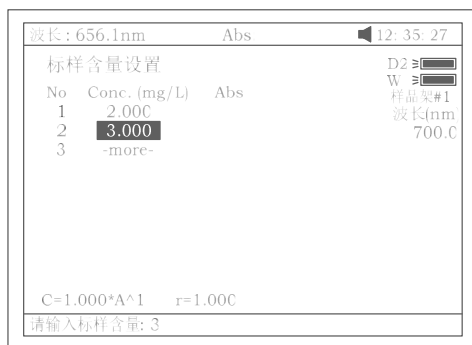

图 31
a.用数字键直接输入标准溶液的浓度值。按【^】或【v】键可选择修改已输入标准溶液的浓度值,见图 31。